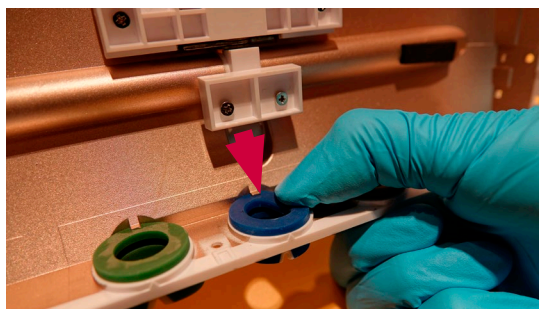

Rysunek 24 Kolor wskazany na płytce VDI musi odpowiadać kolorowi pierścienia
- f) **Upewnić się, że kolorowy pierścień na tylnej obudowie ma taki sam kolor jak wskaźnik na płytce VDI (rysunek 24)**
Podczas ponownego montażu tylnej obudowy należy pamiętać, aby oznaczenia na płytkach VDI (rysunek 24) miały taki sam kolor jak znajdujące się obok pierścienie.